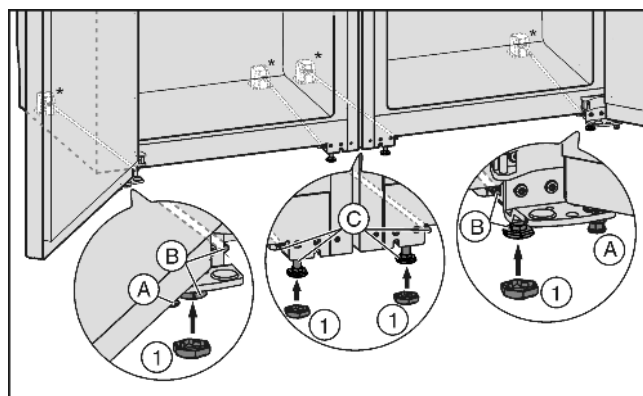

Fig. 4
- ▶ Αν χρειάζεται βιδώστε τελείως τα μπροστινά ρυθμιζόμενα πόδια Fig. 4 (A) και στις δύο συσκευές ώστε να μην υπάρχει επαφή με το δάπεδο.
- ▶ Τοποθετήστε καπάκια Fig. 4 (1) στα τέσσερα μπροστινά ρυθμιζόμενα πόδια.
- ▶ Βιδώστε τα μεσαία ρυθμιζόμενα πόδια Fig. 4 (C) ώστε να μην υπάρχει επαφή με το δάπεδο.
- ▶ Ευθυγραμμίστε το συνδυασμό με χρήση των εξωτερικών ρυθμιζόμενων ποδιών Fig. 4 (B).
- ▶ Χαμηλώστε πάλι τα μεσαία ρυθμιζόμενα πόδια Fig. 4 (C) έως ότου έλθουν σε επαφή με το δάπεδο.
- ▶ Έπειτα στερεώστε την πόρτα: Χαμηλώστε τα ρυθμιζόμενα πόδια Fig. 4 (A) στο στηρίγμα εδράνου, έως ότου έλθουν σε επαφή με το δάπεδο και κατόπιν στρέψτε τα ακόμα 90°.